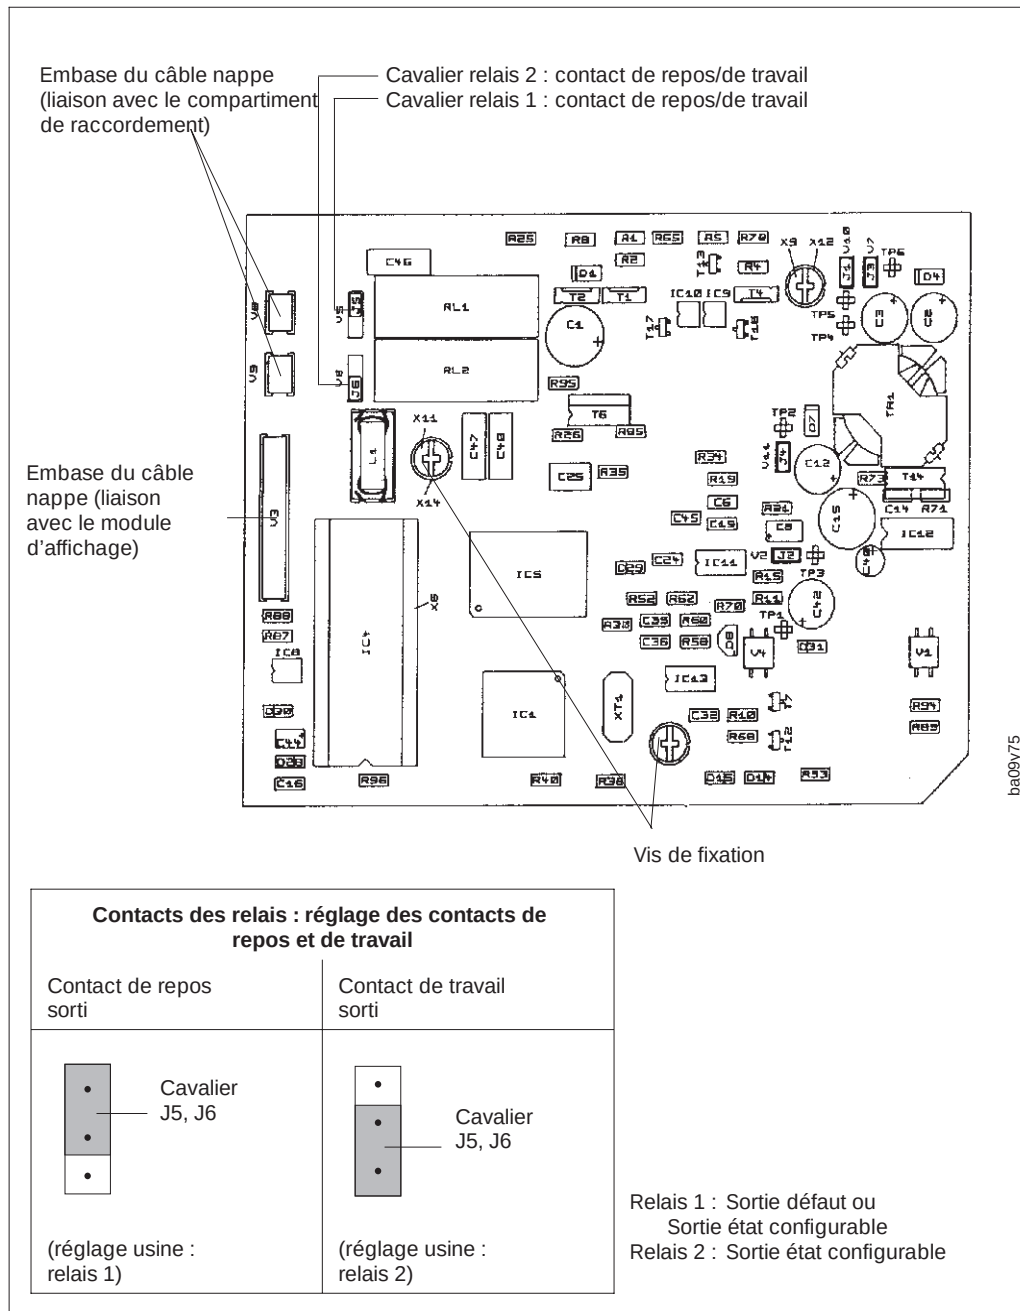

Fig. 49
8. Déconnecter également de la platine d'amplification le câble nappe (liaison avec le compartiment de raccordement fig. 49, 50).